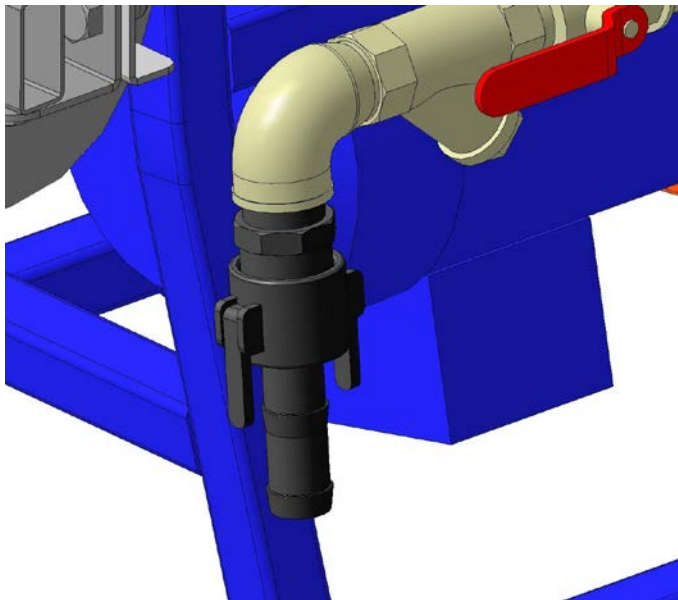

Рисунок 8. Соединение Cam-lock
2.2.2.5 Подсоединить шланг подачи воды к входному патрубку гидравлического соединения Cam-lock (рисунок 8).